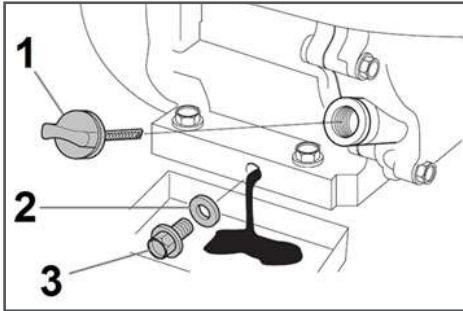

Рис. 18 Замена масла в двигателе
- Открутите пробку 3 для слива масла и слейте отработанное масло в подготовленную для этого емкость (Рис. 18).